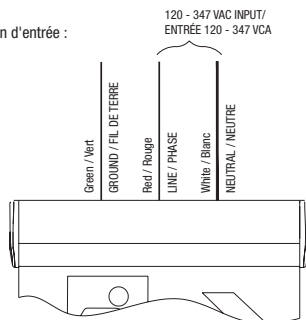

Fig. 8
8. Feed AC wires inside of the junction box, make proper electrical connections at the junction box in the metal housing, refer to "WIRING DIAGRAM" (Fig. 8).
8. Acheminer les fils CA à l'intérieur de la boîte de jonction, effectuer les connexions électriques appropriées au niveau de la boîte de jonction dans le boîtier métallique, voir "SCHÉMA DE CÂBLAGE" (Fig. 8).